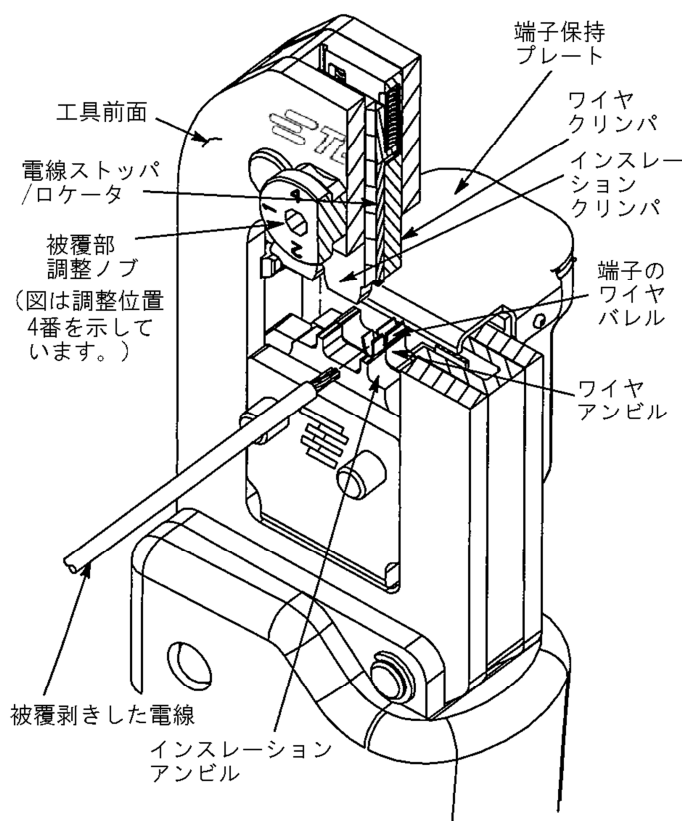
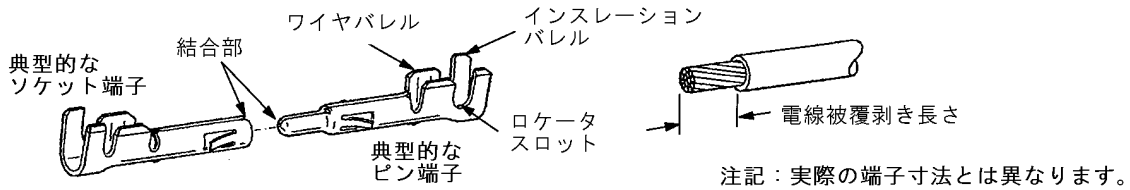

Figure 1
Figure 3
電線ストッパ/ロケータは端子をダイス間に位置決めし、電線が端子に正しく入るように助けます。圧着中は、端子のロケータスロットに入ります。（Fig.1 と Fig.3 参照）サーティクリンプ ラチェットは圧着荷重を制御します。ラチェットは一度噛み合うと、ハンドルが完全に閉じるまで開きません。
このタイプの多くの圧着手動工具において、絶縁被覆部の圧着高さは絶縁被覆調整ノブを回転させて調整出来ます。(Fig.1 参照) 絶縁部圧着の機能は電線の絶縁部をしっかりと保持することです。適切な絶縁被覆部の圧着を決めるために絶縁部の外径に対応した位置を用いて下さい。(1) -小、(2) と (3)-中位 (4) 大で調整出来ます。もし絶縁部バレルがきつ過ぎたり緩過ぎたりする場合、適切な設定に調整ノブを引き上げて回転させて変更を行なって下さい。